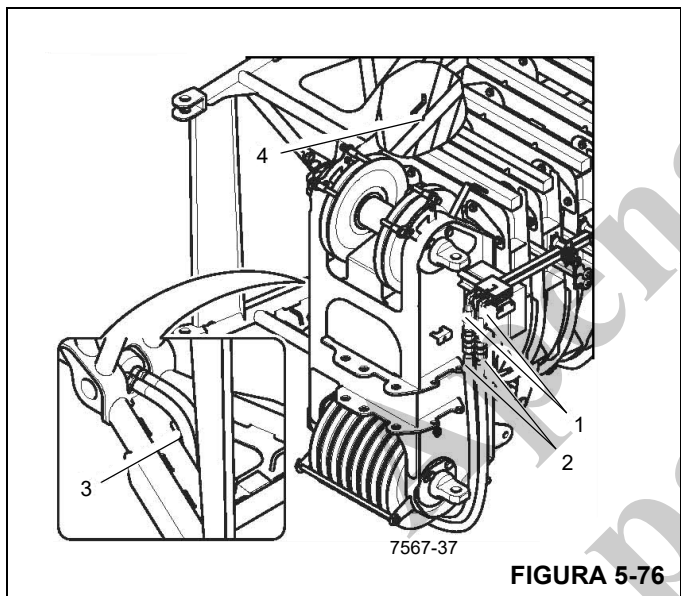

FIGURA 5-76
1. Se necessário, coloque as conexões (1, Figura 5-76) na posição para operações da extensão da lança.
2. Remova a linha da mangueira (2) da braçadeira (4).
3. Passe as linhas de mangueira em direção ao lado esquerdo através da abertura inferior (3) na seção da base de extensão da lança sob o cabeçote da lança.
4. Remova as tampas de proteção das conexões (1) e conecte as linhas de mangueira (observe o código de cores).